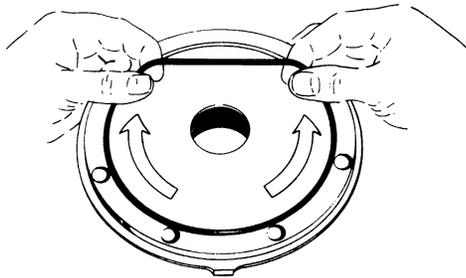

Figura 8 – Instalación del O-ring del cabezal
10. Instale un nuevo O-ring del cabezal (72) en la ranura de la cara interna del cabezal. Coloque el O-ring en posición plana y comience a insertarla de un lado de la ranura, estirando hacia delante con los dedos, tal como se muestra en la figura 8.